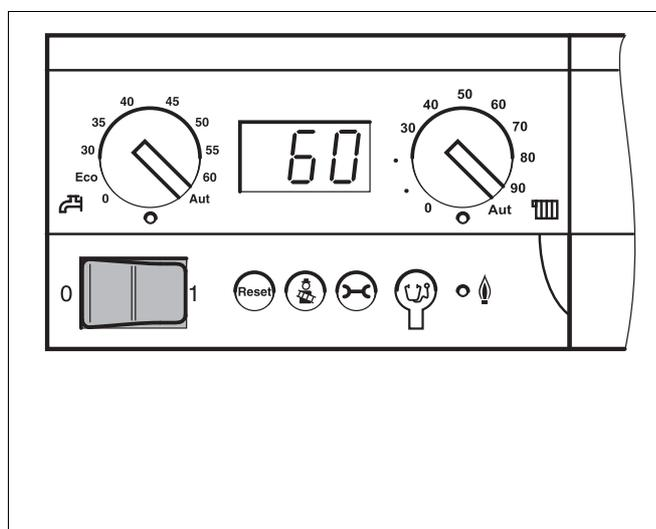

Fig. 6 Regolatore di base Logamatic BC10
- ▶ Accendere l'interruttore d'esercizio (fig. 6) del dispositivo di controllo base, portandolo in posizione "1" (On). Il dispositivo di controllo verifica lo stato attuale dell'impianto ed eventualmente attiva il bruciatore.